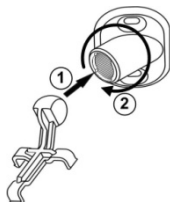

Рис.3 Схема соединения кронштейна и держателя
8. Соедините части кронштейна и поверните основание сигнализатора в нужное положение (см. рис.3).